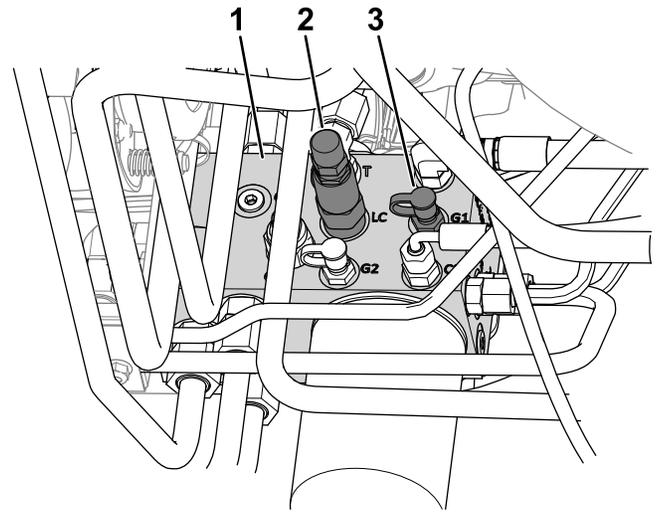

图 24
- 在提升歧管侧面取下测试端口的盖子标记为 G1 请参阅图 24。
- 松开重量转移滑阀端部的锁紧螺母标记为 LC 请参阅图 24。
- 将压力表连接到测试端口标为 G1 请参阅图 24。